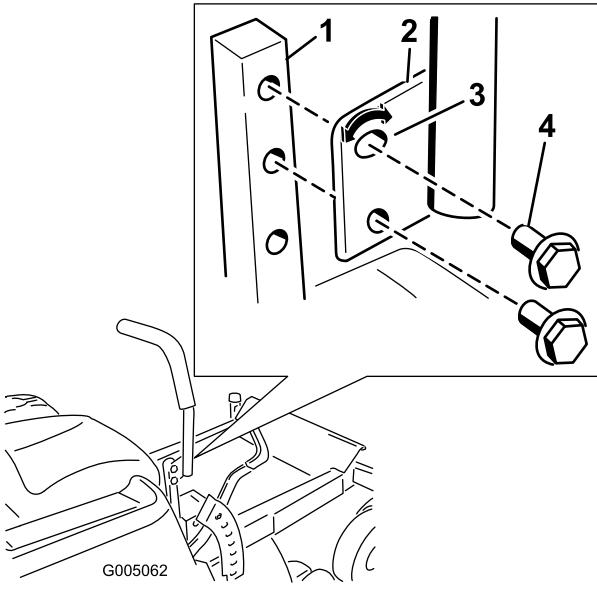

Figura 18
1. Togliete i due bulloni che fissano la leva di comando all'albero del braccio di controllo (Figura 18).
2. Spostate la leva di comando nella serie di fori successiva. Fissate la leva con i due bulloni (Figura 18)
- Allentate il bullone inferiore appena a sufficienza per ruotare la leva di controllo in avanti o all'indietro (Figura 18). Serrate entrambi i bulloni per fissare il controllo nella nuova posizione.